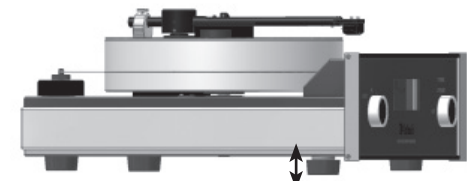

Abbildung 21
20. Nehmen Sie die McIntosh-Libelle und legen Sie auf die Plattenteller-Unterseite. Wenn die Libelle nicht im Mittelkreis der Libelle liegt, stellen Sie die Höhe der Plattenspielerfüße ein, indem Sie die im Uhrzeigersinn oder entgegen dem Uhrzeigersinn drehen, bis alles auf gleicher Höhe ist. Siehe Abbildung 21.